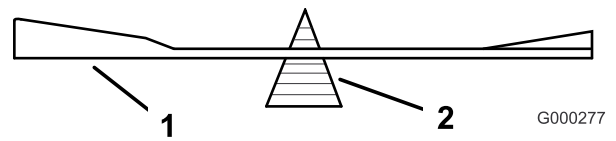
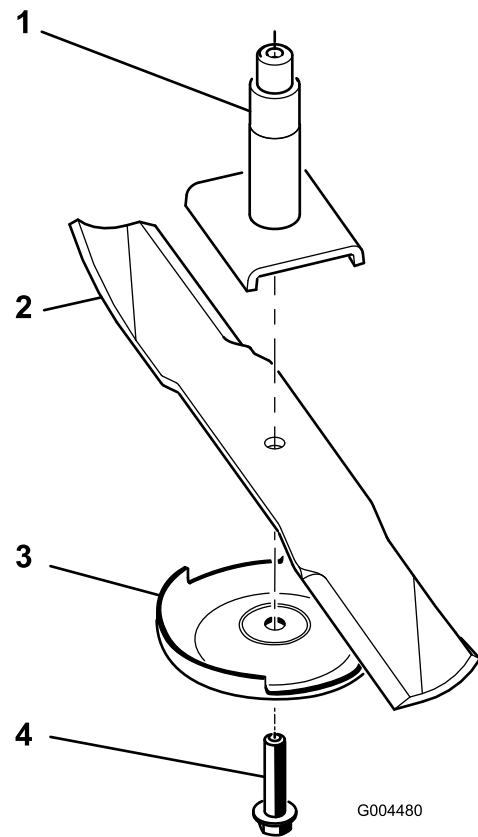

Figura 76
Figura 77
2. Retire a cavilha da lâmina, a placa anti-dano e a lâmina do eixo (Figura 77).
1. Instale a lâmina no veio (Figura 77).
2. Instale a placa anti-danos e o parafuso da placa (Figura 77).
2. Verifique o equilíbrio da lâmina colocando-a num equilibrador de lâminas (Figura 76). Se a lâmina ficar na horizontal é porque está equilibrada e pode ser utilizada. Se a lâmina não estiver equilibrada, lime algum metal da extremidade da aba apenas (Figura 77). Repita este procedimento até a lâmina estar equilibrada.